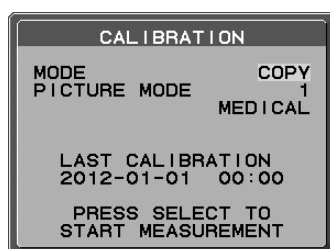

Abbildung C.3
3. Drücken Sie auf Monitor B LINKS oder RECHTS, um für den MODUS die Einstellung KOPIE auszuwählen (Abbildung C.3).